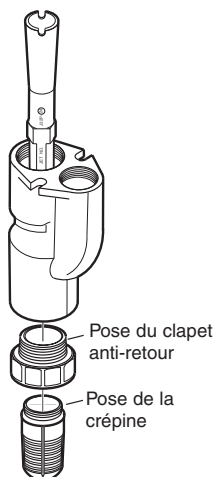

Figure 5
- Installer le clapet antiretour et la crépine sur l'extrémité de l'orifice simple de l'éjecteur (la partie inférieure de l'éjecteur – voir la Figure 5).
- Envelopper de 1-1/2 tour de ruban en téflon l'extrémité filetée de l'adaptateur de tuyau. Visser le long adaptateur (fourni) dans l'orifice de refoulement de l'éjecteur (en le glissant par-dessus le venturi à poser). Mettre du ruban sur l'adaptateur court (pas fourni - à acheter localement) et le poser dans l'orifice de l'eau motrice (voir la Figure 5). L'adaptateur doit être serré car, en cas de fuite de l'ensemble, la pompe ne pompera pas l'eau du puits.